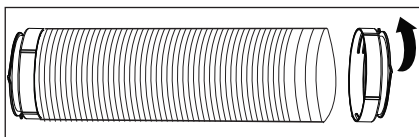

Rys. 4
2. Rozciągnąć wąż z jednej strony (rys. 4) i przykręcić go do elementu przejściowego A (rys. 5).